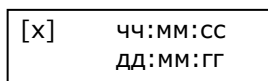

рис.2
6.1.9 Подготовка к работе осуществляется следующим образом – откройте батарейный отсек адаптера и установите элементы питания, закройте батарейный отсек. Включите адаптер, дождитесь появления на индикаторе сообщения вида (рис.2):
Выключите адаптер, соедините адаптер с теплосчетчиком при помощи кабеля (см. рис. ПА.2 приложение А). Включите адаптер и дождитесь на экране сообщения вида (рис.2). Нажмите одновременно кнопки «**вправо**» и «**влево**», после чего появится сообщение: «**Считать данные Да ▸ Нет ◀**». При выборе «**Да**» - появляется сообщение «**Чтение данных**» и индикатор чтения. По завершению операции чтения появится окно вида рис.2. Данные считаны в блок номер [x] и могут быть переданы в компьютер.
Подключите адаптер к компьютеру при помощи кабеля внешнего интерфейса адаптера (поз. 1 на рис. ПА.1). Запустите на компьютере программу считывания данных. В меню **Настройка** установите номер используемого порта. Включите адаптер и дождитесь появления на индикаторе сообщения вида рис. 2. Запустите считывание